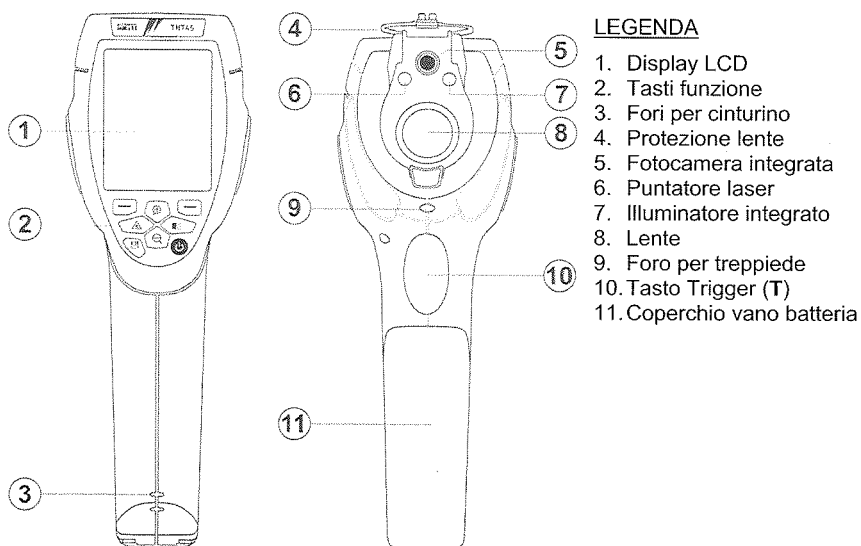

Fig. 1: Descrizione anteriore e posteriore dello strumento
La pressione prolungata del tasto  permette l'attivazione/disattivazione dell'illuminatore interno (vedere Fig. 1 – Parte 6). Il tasto è usato anche nella selezione dei parametri di sistema
La pressione prolungata del tasto  permette l'attivazione/disattivazione del puntatore laser (vedere Fig. 1 – Parte 7). Il tasto è usato anche nella selezione dei parametri di sistema
2. Sollevare il coperchio del vano batteria (vedere Fig. 1 – parte 11)